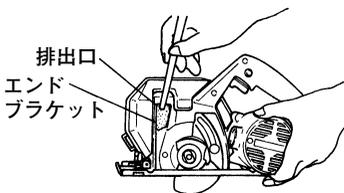

図 21
- (1) ソーカバーをはずして、のこ刃を取りはずします。
- (2) 排出口に詰まった切りくずを割りばしなどで取りのぞきます。(図21)